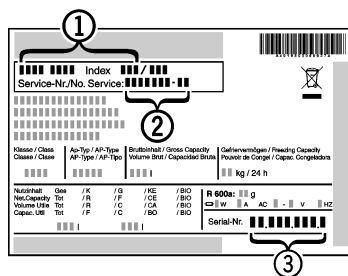

Fig. 7
- ▶ Denominación del aparato Fig. 7 (1), nº del servicio técnico Fig. 7 (2) y nº de serie Fig. 7 (3) en la placa de identificación. La placa de identificación se encuentra en la parte interior izquierda del aparato.
- ▶ Informe al servicio postventa e indique el fallo, la denominación del aparato Fig. 7 (1), el nº del servicio técnico Fig. 7 (2) y el nº de serie Fig. 7 (3).